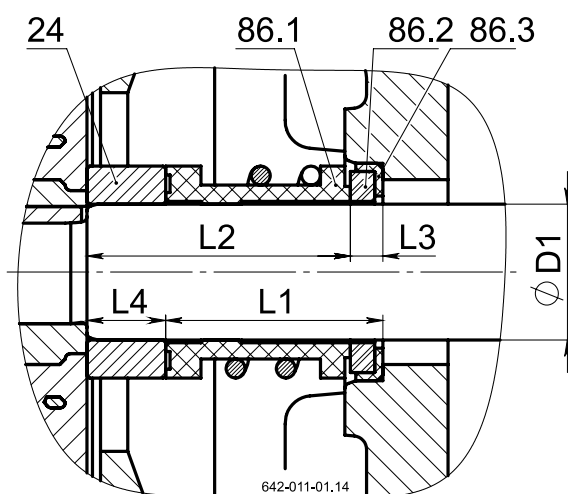

Рис. 6 Схема установки торцового уплотнения
- 8) осторожно (без перекосов), чтобы не повредить неподвижное кольцо торцового уплотнения 86.2 (рис. 6), снять крышку корпуса 12 с вала;
- 9) вынуть из крышки корпуса неподвижное кольцо 86.2 с уплотнением 86.3 (рис. 6).
При установке торцового уплотнения 86 (рис. 6) необходимо обеспечить размер  $L1$  с помощью кольца дистанционного 24. Увеличение длины  $L4$  кольца дистанционного 24 уменьшает размер  $L1$  и увеличивает сжатие торцового уплотнения.
- 1) установить неподвижное кольцо 86.2 в сборе с уплотнением 86.3 (рис. 6) в крышку корпуса 12;
- 3) измерить размер  $L2$  (рис. 6) от заплечика вала до рабочей поверхности неподвижного кольца 86.3 торцового уплотнения (измерение рекомендуется выполнять штангенциркулем с глубиномером);